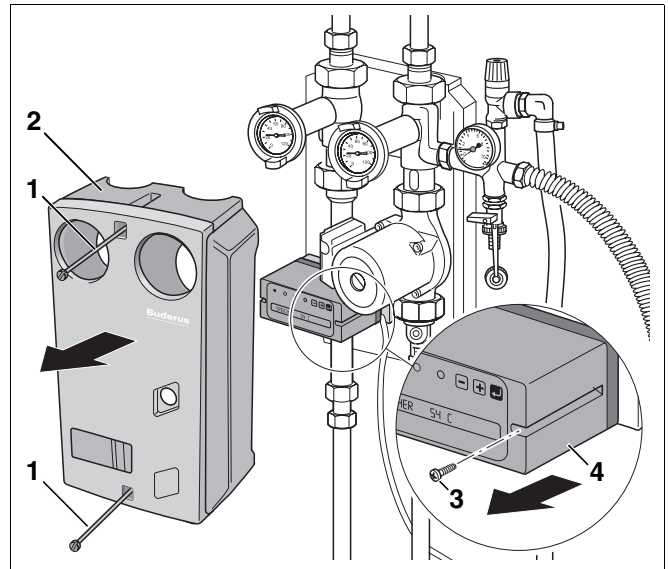

Abb. 5 Kompletstation öffnen und Regelgerät demontieren
- Lösen Sie die zwei Kunststoffschrauben (Abb. 5, **Pos. 1**).
- Nehmen Sie den vorderen Wärmeschutz (Abb. 5, **Pos. 2**) ab.
- Lösen Sie die zwei Schrauben (Abb. 5, **Pos. 3**) am defekten Regelgerät.
- Nehmen Sie das Regelgerät (Abb. 5, **Pos. 4**) vom Sockel.